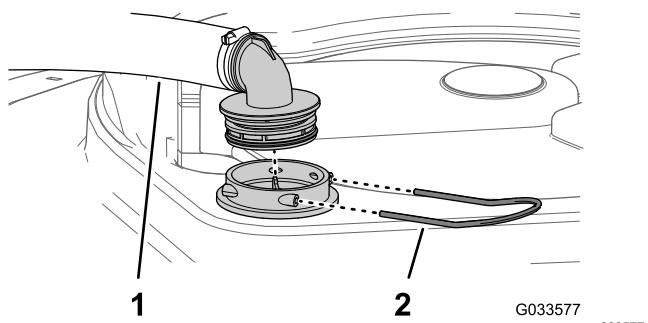

Figura 42
2. Na parte superior do depósito do pulverizador, retire a fixação que prende a união da mangueira unida à tubagem grande da estrutura do filtro (Figura 42).
3. Retire a tubagem e a união da tubagem da estrutura do filtro (Figura 42).